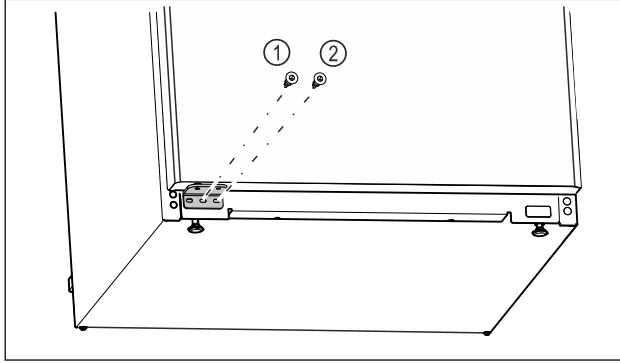

Fig. 22
- Yatak mesnedindeki Fig. 22 (1) orta civatayı Torx 20 tornavida ile sıkıca vidalayın.
- Yatak mesnedinin Fig. 22 (2) iç kısmındaki civatayı Torx 20 tornavida ile sıkıca vidalayın.